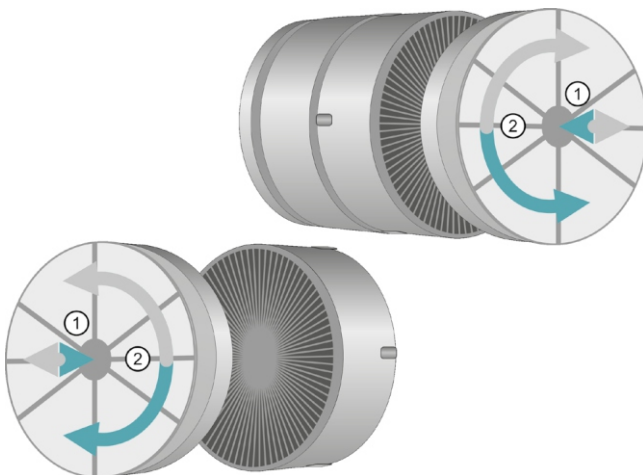

Рис. 14 Установка угольного фильтра
2. Вставьте угольный фильтр и поверните его в часовом направлении. То же самое сделайте со второй стороны мотора (рис. 14).